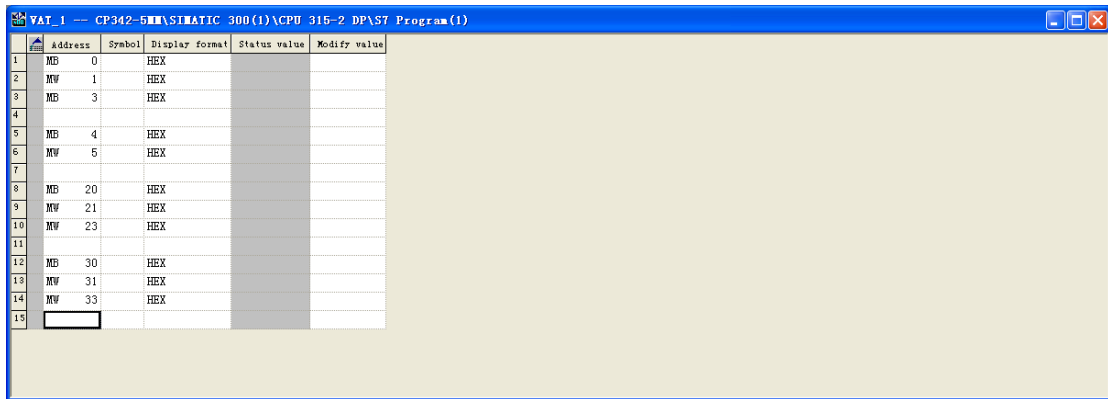
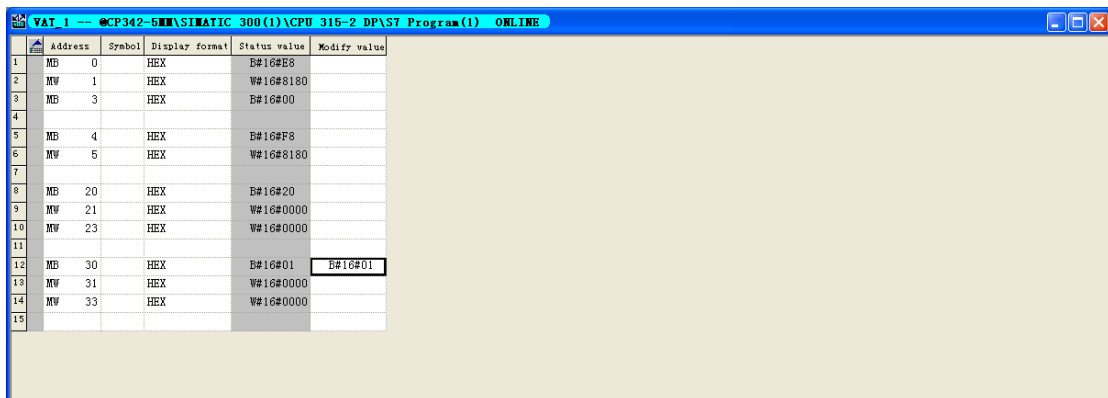

图 17
图 18
13. 可在工程中新建一个变量表，进行数据监测，如图 17。PB-B-MODBUS 做 MODBUS 主站时需要将控制字“contrl”的第 0 位置 1，以启动其工作。PB-B-MODBUS 的“contrl”为 output 区的第 0 个字节，通过 CP342-5 对应到 CPU 中即为 MB30。可以通过变量表在线监测将 MB30 的第 0 为置 1，来启动 PB-B-MODBUS 工作，如图 18。